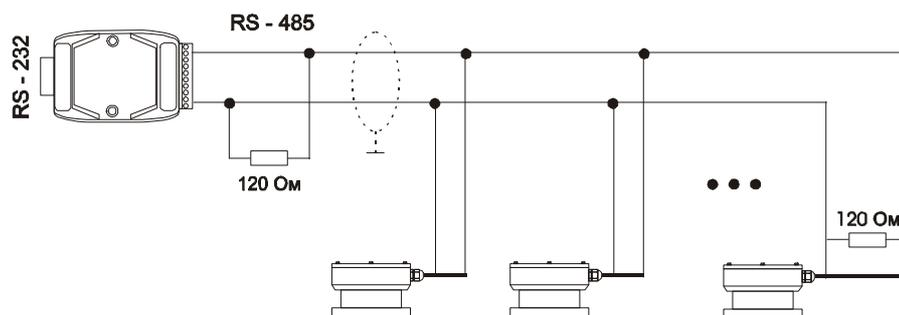
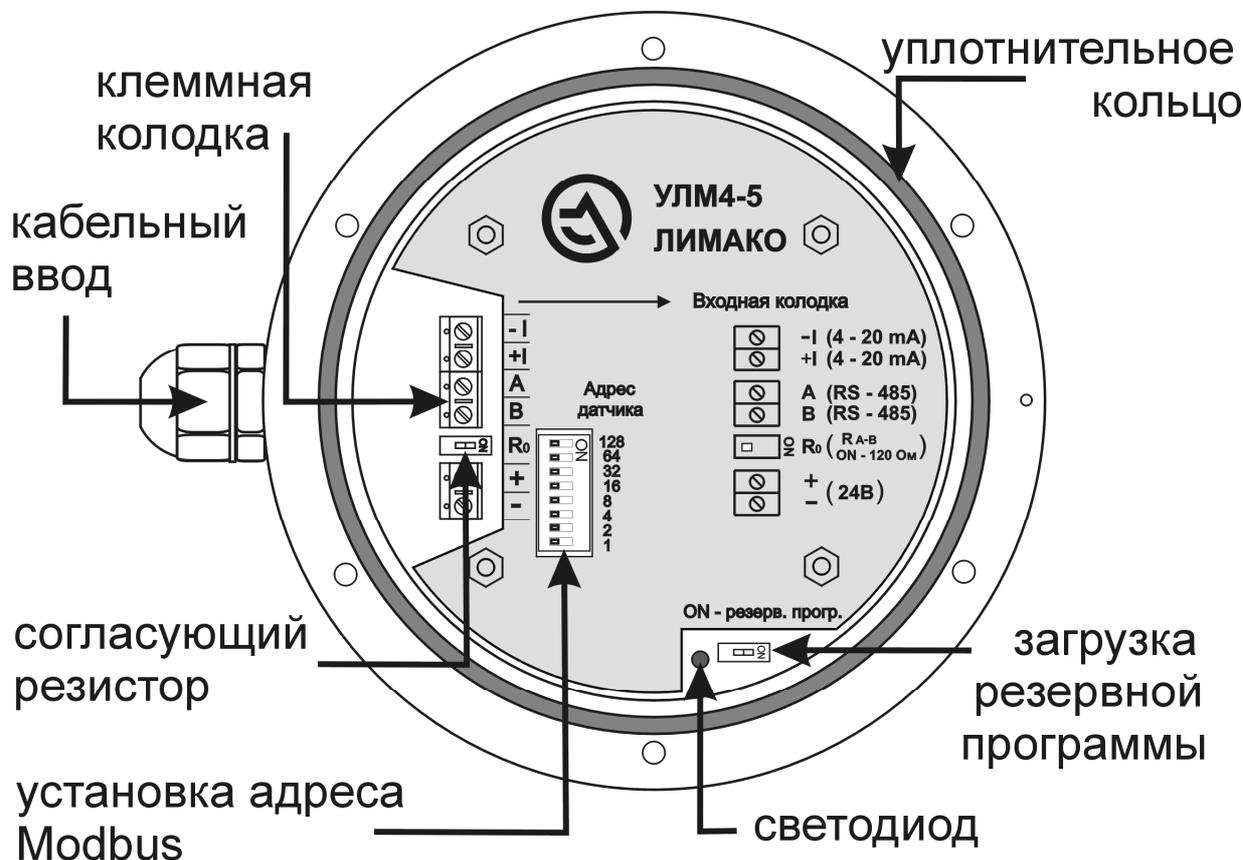

Рис.10.3. Классическая схема построения линии RS-485.
Рис.11. Датчик УЛМ 4-5 со снятой крышкой.
На рис.10.3 изображен способ прокладки линии соответствующий общим требованиям стандарта RS485, рассчитанного на высокоскоростную передачу данных в условиях промышленных помех. При большой протяженности линии рекомендуется на концах линии между проводами “А” и “В” устанавливать согласующие резисторы 120 Ом. Для этого в датчике имеется переключатель, подключающий данный резистор к линии (рис.11). Необходимо учитывать, что в некоторых преобразователях интерфейса данный резистор также установлен внутри. При протяженности линии более 800 м или количестве устройств на линии более 32 рекомендуется использовать стандартные репитеры для RS-485, например ADAM 4510.
6) Подключить провода к клеммнику в соответствии со схемой на шильдике (рис.11). Отвёрткой 3мм затянуть винтовые клеммы.
- 4) Посмотрите на светодиод (рис.11). В исправно работающем датчике светодиод постоянно мигает (кроме режима работы с флеш памятью прибора – см. «Конфигуратор – РП» п.2.8). Если диод не мигает - датчик не работает. Причиной этого может быть повреждение программы или настроек хранящихся во флеш памяти датчика. Для проверки, обесточьте датчик, переведите DIP-переключатель «Загрузка резервной программы» (рис.11) в положение «ON», подайте питание. Если светодиод не мигает - датчик требует ремонта, свяжитесь с производителем.
Если не удастся подключиться к датчику, проверьте работоспособность датчика, следуя указаниям п.18.1.1.2. Если диод (рис.11) мигает, напряжение в норме, но датчик не «отвечает», возможно, неисправен ИК-порт. Попробуйте подключиться к датчику через RS-485, используя информационный кабель, входящий в комплект ПЛ-01.